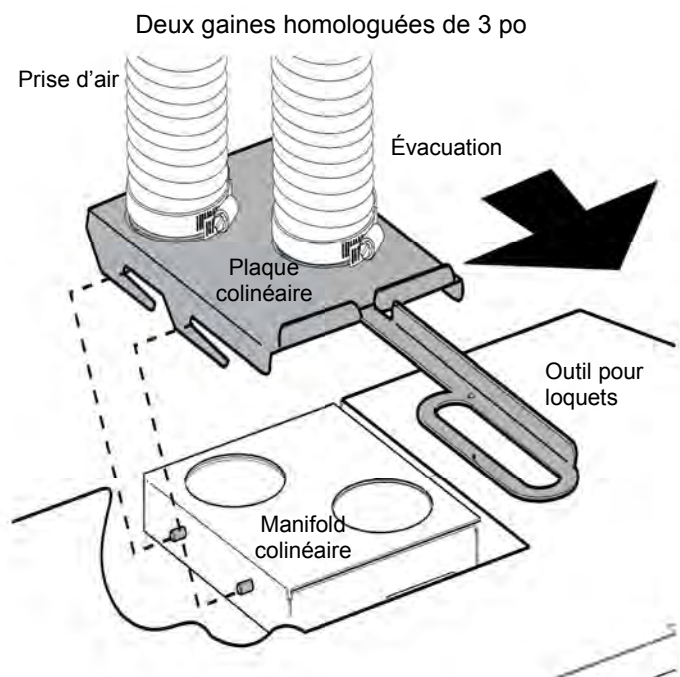

Figure 9.
1. Raccordez les extrémités des gaines flexibles aux raccords appropriés de la plaque colinéaire, et fixez-les avec des vis ou des colliers de serrage. Aucun scellant n'est nécessaire. Voir fig. 9.
2. Positionnez l'encastrable sous la plaque colinéaire et utilisez l'outil pour loquets pour engager les fentes de la plaque colinéaire sur les tiges de position du manifold colinéaire du foyer. Voir fig. 9.